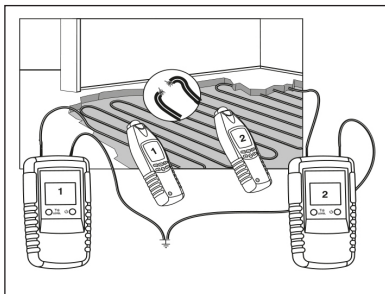

Abbildung 7:
- Für diese Anwendung ist ein zweiter Sender erforderlich. (Abbildung 7)